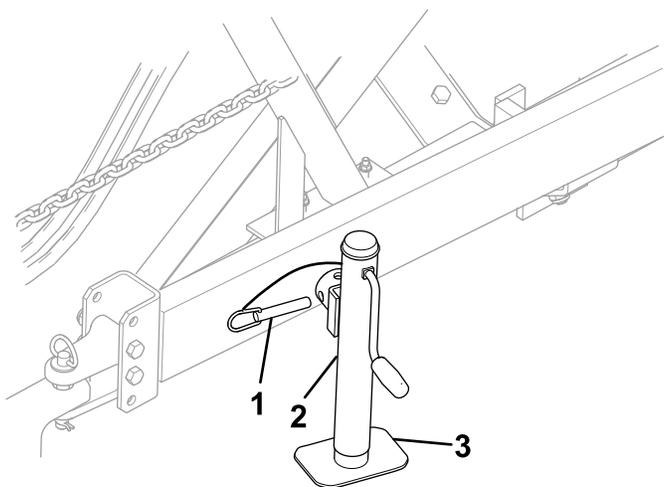

**Figure 16**
1. Retirez la goupille du cric et du tube de rangement (Figure 16).